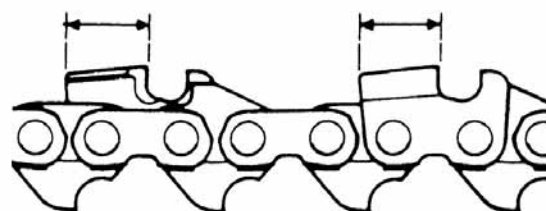

Fig. 4-6
- 3) Hold alle saglenkene på samme lengde. (Fig. 4-6)